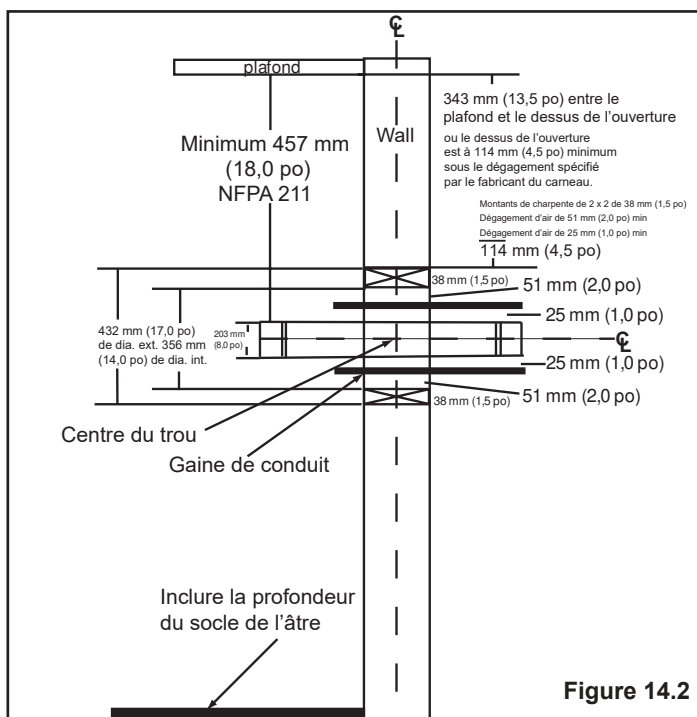

Figure 14.2
- L'ouverture en haut du mur doit être à au moins 343 mm (13 1/2 po) du plafond ou à 114 mm (4-1/2 po) au-dessus du dégagement minimum spécifié par le fabricant du carneau. Le dégagement vertical minimum selon NFPA 211 est de 457 mm (18 po) depuis le carneau et le plafond ou égal à la valeur minimale recommandée par le fabricant du carneau. **Figure 14.2**
1. Pratiquez une ouverture dans le mur intérieur à la hauteur prévue pour l'entrée du carneau dans la cheminée en maçonnerie. **Figure 14.2**
3. Construisez un cadre de 432 x 432 mm (17 x 17 po) (dimensions extérieures) pour l'ouverture du mur en utilisant du bois de charpente de 51 x 51 mm (2 x 2 po). L'intérieur de ce cadre doit avoir une ouverture de 356 x 356 mm (14 x 14 po) minimum. **Figure 14.2**